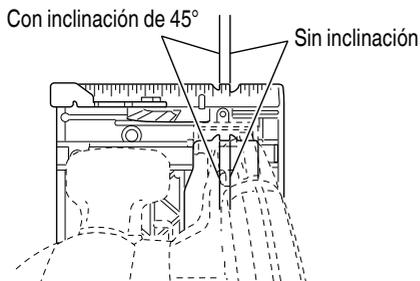
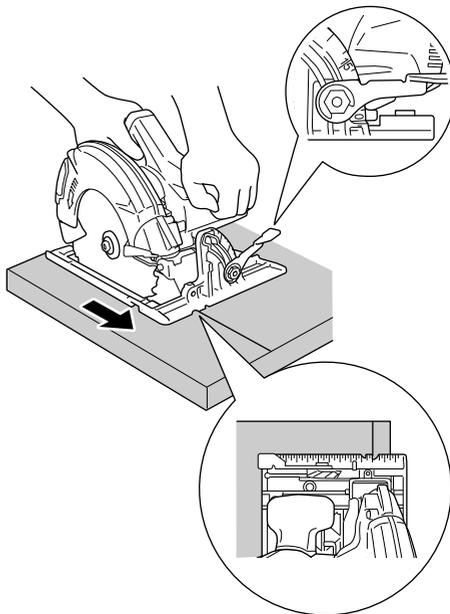
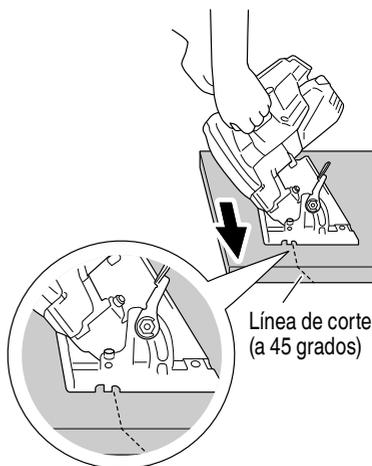

Fig. 31
Fig. 32
Fig. 33
- (1) Coloque la base en el material, alinee la línea premarcada con la hoja de la sierra utilizando la muesca de referencia situada en la parte delantera de la base (Fig. 31).
- (2) Cuando la base no está inclinada, use el lado derecho de la muesca (Fig. 31, Fig. 32).
Si la base está inclinada (45 grados), use el lado izquierdo de la muesca (Fig. 31, Fig. 33).
4. Incline la sierra hacia adelante y alinee la ranura (Fig. 31) con la línea guía premarcada.